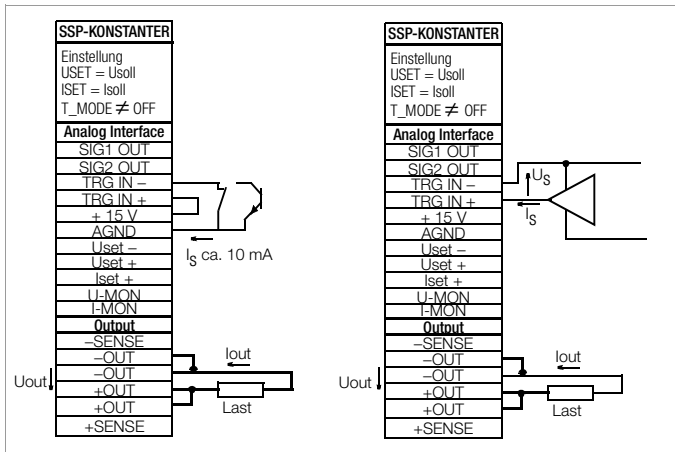

Bild 5.8 Ansteuerung des Triggereingangs durch ein Schaltelement / externes Signal
- Die Ansteuerung des **TRIGGER**-Eingangs kann mit dem **+ 15 V - Ausgang** der analogen Schnittstelle über einen beliebigen Schalter erfolgen (Bild 5.8).